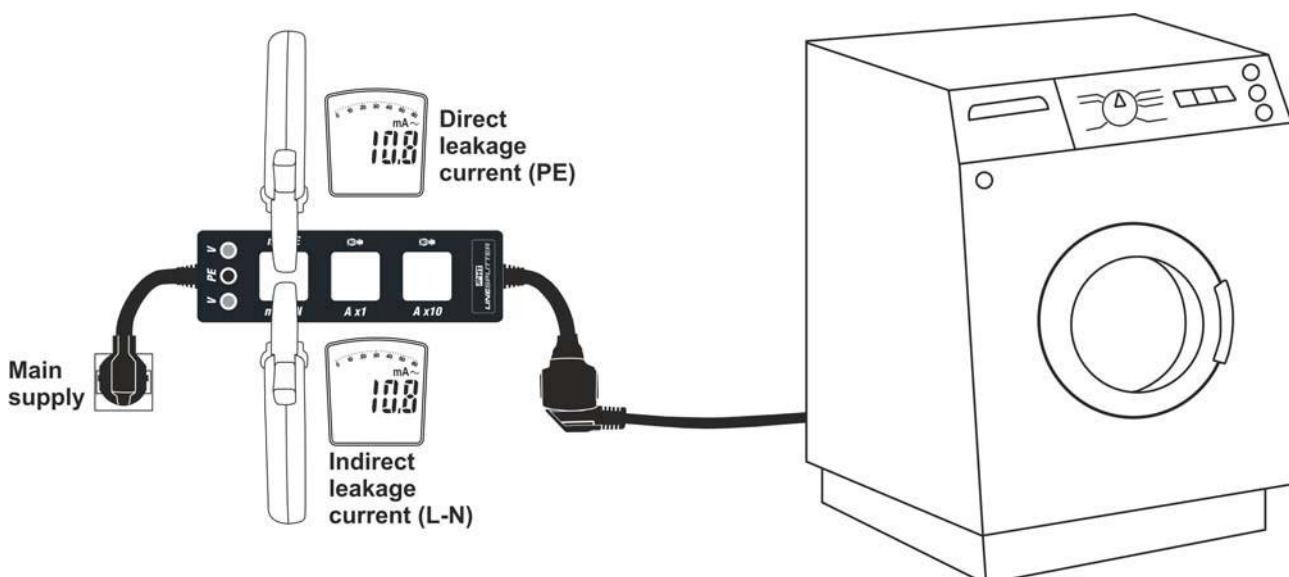

Fig. 3: Användning av instrumentet för mätning av läckström
4. Läs direktvärdet för läckström (PE-ledare) i mA PE-ringen eller indirekt / differentialvärdet av läckström (L-N-ledare) i mA L-N-ringen (se bild 3).